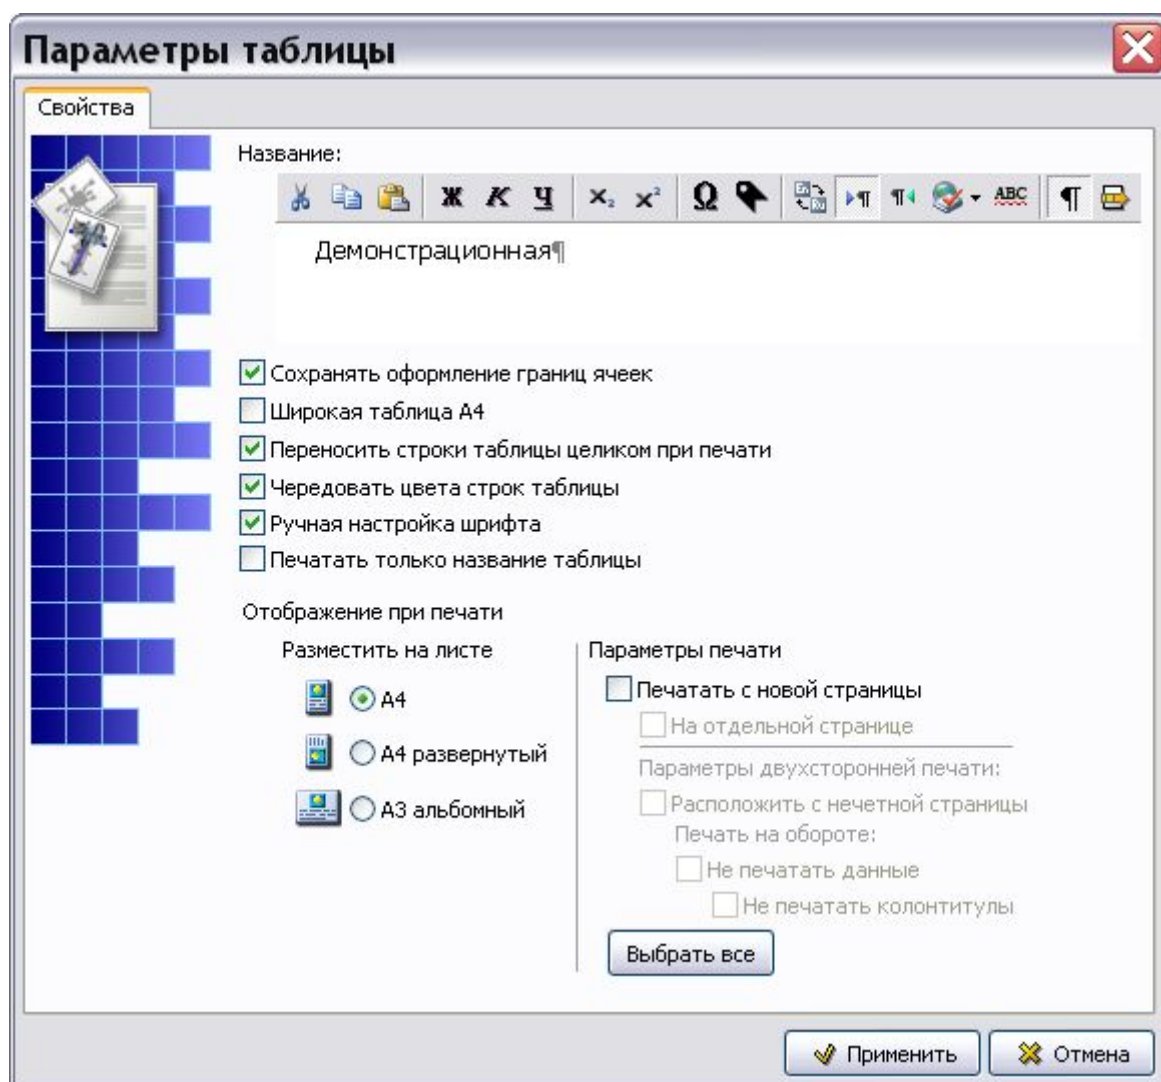

Рис. 3.68
9. Пример окна **Параметры таблицы** с введенными параметрами показан на Рис. 3.68.